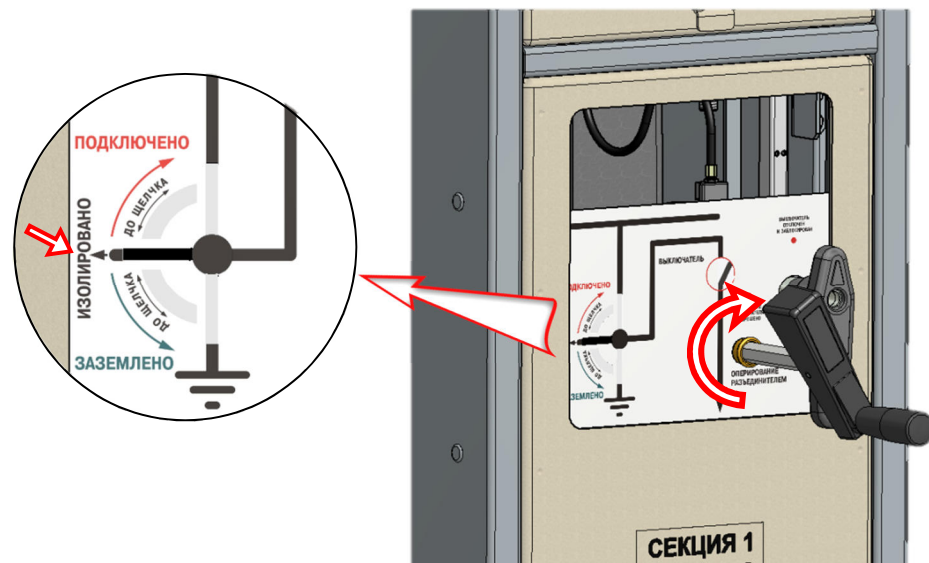

Рис.4.15. Обеспечение воздушного промежутка
- Вращением рукоятки перевести разъединитель в положение «Изолировано», рис. 4.15.